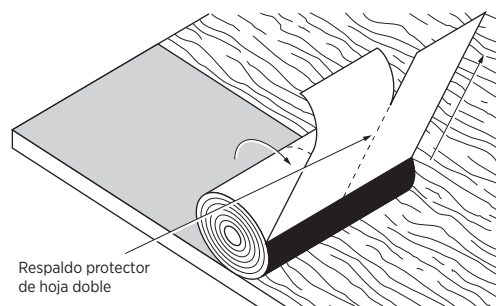

Figura 5-5: Colocación con el método "desenrollar".
7. Comenzando con la película protectora ya despegada, siga despegando ambas secciones de la película restante del rollo, tirando el rollo paralelamente a los aleros (Figura 5-5). Asegúrese de que WinterGuard quede plano y se adhiera bien.